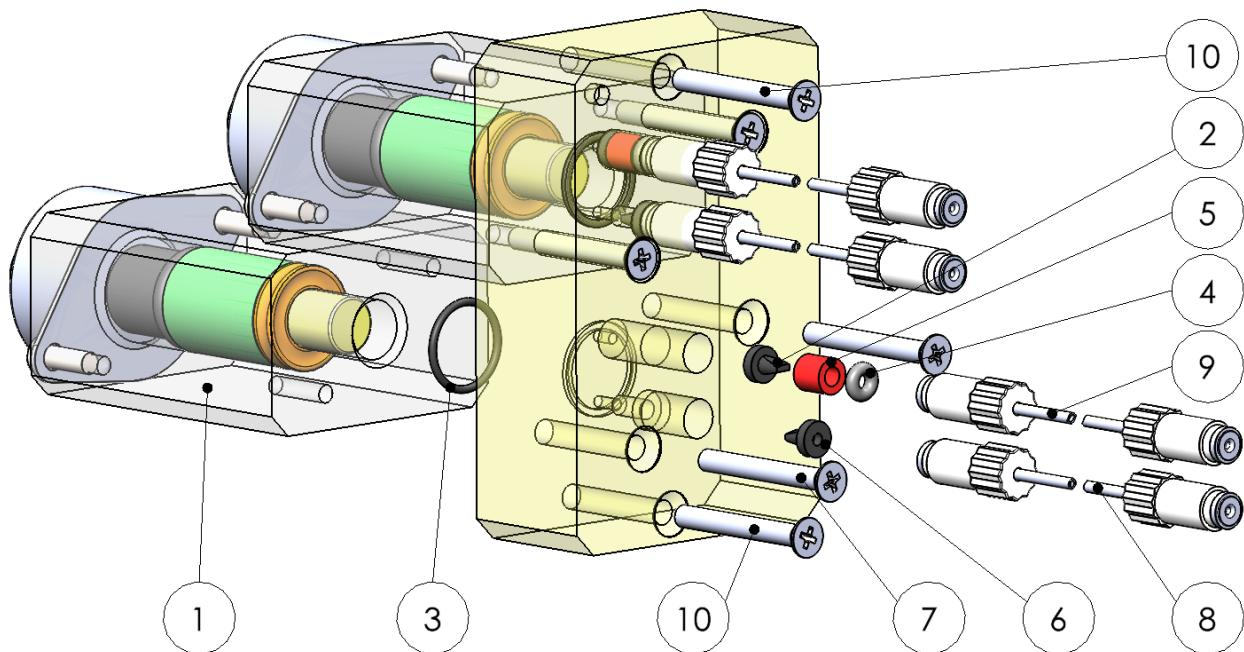

Figure 1
Le kit d'extension (réf. 40681) pour l'installation d'une deuxième pompe pour la fonction de nettoyage se compose des éléments suivants (voir Figure 1) :
Procédez comme suit pour le démontage de la pompe individuelle et le montage ultérieur des deux pompes. Reportez-vous aux figures 1 à 6 :
7. Retirez le tuyau (12) du flacon indicateur.
8. Retirez le tuyau (13) de la chambre de mesure.
9. Retirez les deux vis (10) à l'aide du tournevis cruciforme (voir Figure 1).
1. Appuyez sur le ressort (1) pour que le mandrin soit visible.
2. Enfilez les composants pour le montage de la vanne sur le mandrin (voir Figure 1).